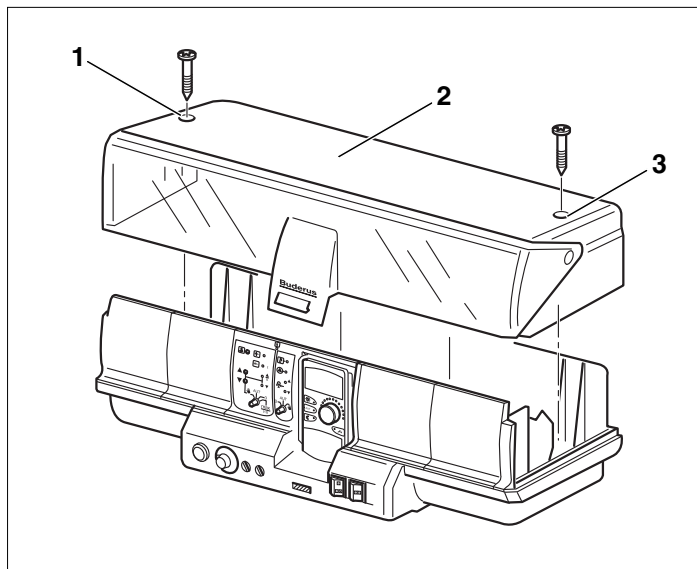

Рис. 19 Демонтаж крышек
- Отверните оба винта на крышке прибора (→ Рис. 19, [1] и [3]).
- Снимите крышку (→ Рис. 19, [2]).